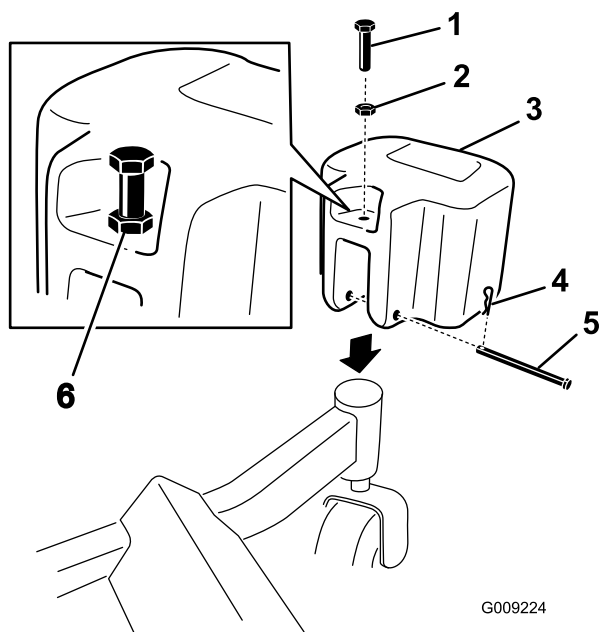

Figura 31
1. Instale contrapesos en las ruedas giratorias delanteras con un pasador y una chaveta (Figura 31).
2. Instale una tuerca de $\frac{3}{8}$ " en cada perno prisionero ($\frac{3}{8}$ " x $1\frac{3}{4}$ "), e instale los pernos prisioneros en cada peso (Figura 31).